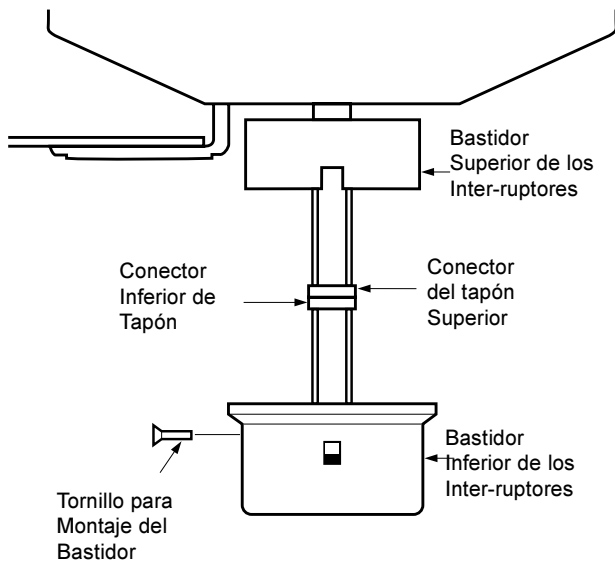

FIGURA 16
A. Conecte el conector de enchufe superior del motor con el conector de enchufe inferior en la parte inferior de la caja del interruptor. Vea la Figura 16.
B. Coloque el conjunto inferior de la caja del interruptor sobre la parte superior de la caja. Coloque en alineamiento los agujeros de tornillos en ambas partes de la caja. Instale la parte inferior de la caja en la parte superior, usando tres tornillos de ensamblaje #6-32 x 3/8". Vea la Figura 16.